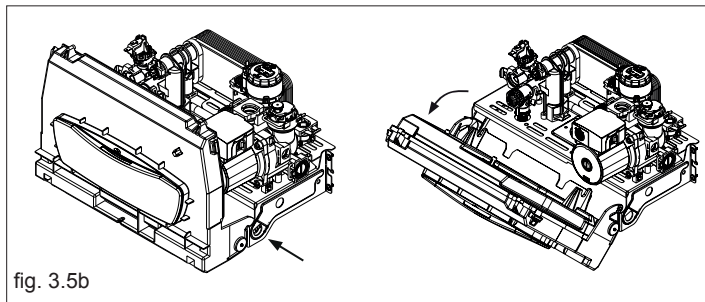

fig. 3.5b
- presione los ganchos que mantienen el tablero en su posición (fig. 3.5b)
- gire el tablero hacia delante (fig. 3.5b)